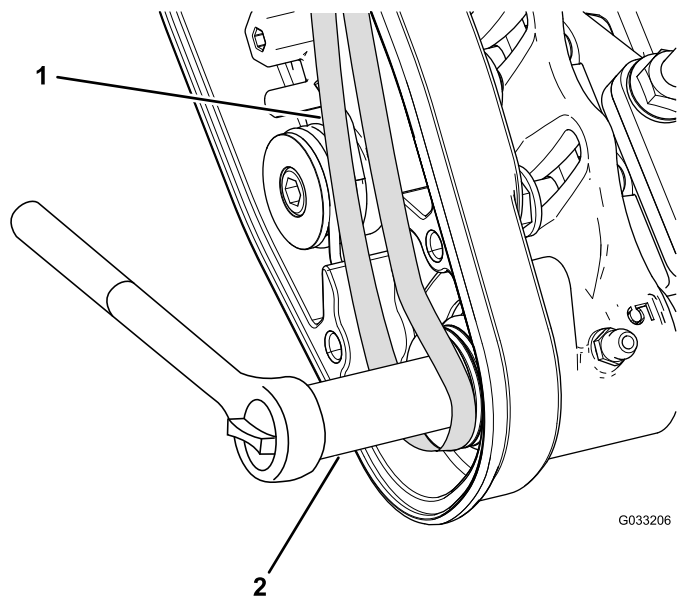

Figura 13
- Avviate la cinghia sulla puleggia **condotta** (Figura 13).
- Utilizzate una chiave a tubo di profondità (9/16") per ruotare il gruppo spazzola e guidare la cinghia sulla puleggia condotta (Figura 13).